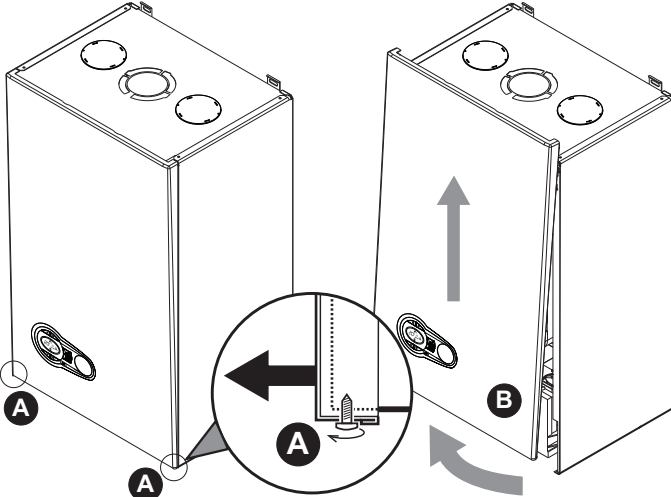

Figure 25 - Ouverture de la trappe d'accès
1. Désérrez en partie les vis **A** (voir la figure 25).